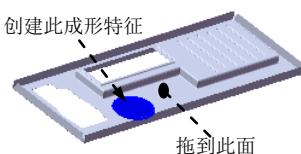

图 17.7.65 创建成形特征 2
Step9. 创建图 17.7.65 所示的成形特征 2。
- (1) 单击任务窗格中的“设计库”按钮 ，打开设计库对话框。
- (2) 单击“设计库”对话框中的  ch17 节点，在设计库下部的列表框中选择“case_shaped_tool_02”文件并拖动到图 17.7.65 所示的平面，在系统弹出的“成形工具特征”对话框中单击  按钮。